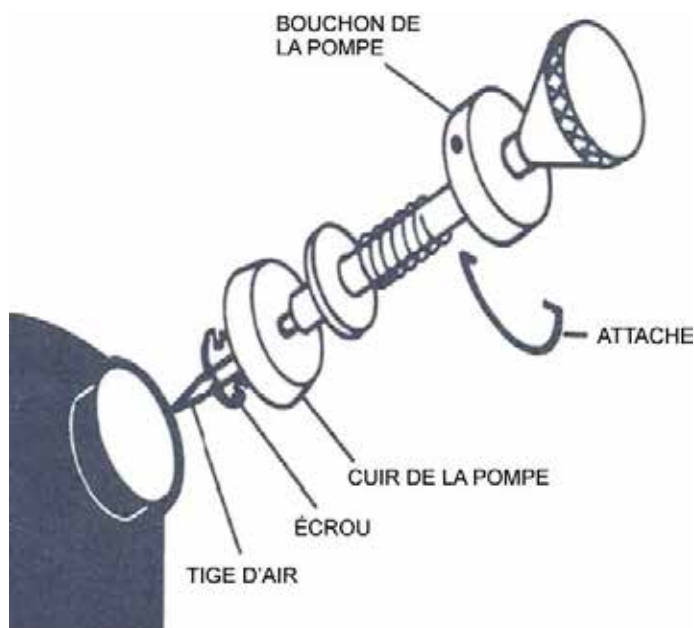

Figure 12 Ensemble de la pompe
1. Enlever l'attache du bouchon de la pompe à l'aide des pinces à bec pointu (voir la figure 12).
3. Retirer la pompe et la tige d'air (voir la figure 12).